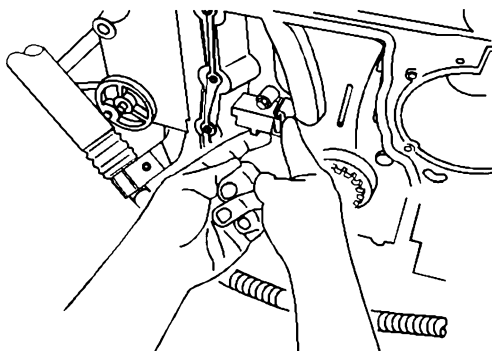

图 17-15 解除正时链条张紧力
8) 按照图 17-15 所示, 把正时链条张紧器的张紧滑轨压入, 解除正时链条的张紧力。